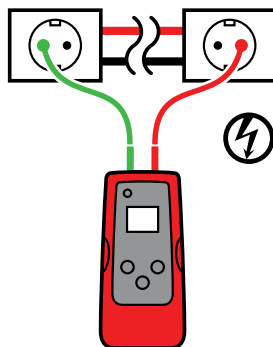

Abbildung 3.1a
2. Schließen Sie die rote Leitung an den spannungsführenden Leiter (auf der Lastseite des Systems) an. Das Signal wird NUR zwischen der Spannungsquelle und dem Anschluss, mit dem der Sender verbunden ist, übertragen (siehe Abbildung 3.1a). Weitere Erläuterungen finden Sie in Abschnitt 2.2.